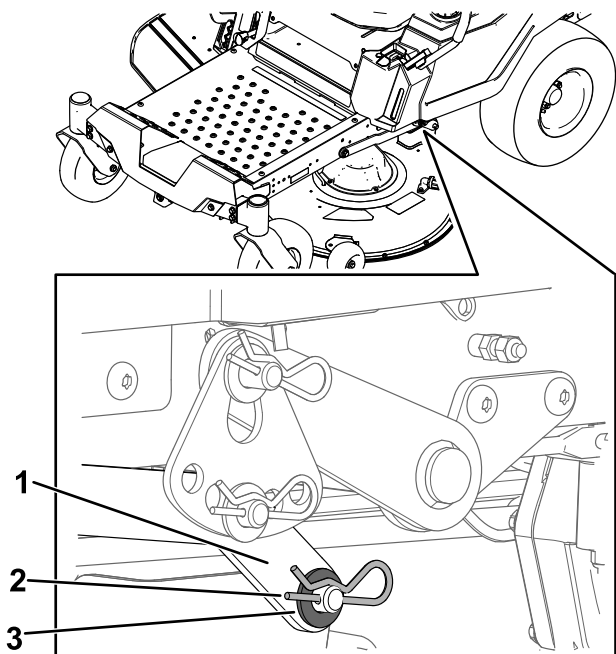

Figure 72
6. D'un côté de la machine, retirez la rondelle et la goupille fendue de l'axe du tablier (Figure 72).
- Déposez le bras de levage de l'axe du tablier (Figure 72).
- D'un côté de la machine, soulevez l'arrière du tablier de coupe et installez le bras de levage sur l'axe du tablier (Figure 72).
- Installez le bras de levage avec la rondelle et la goupille fendue (Figure 72).